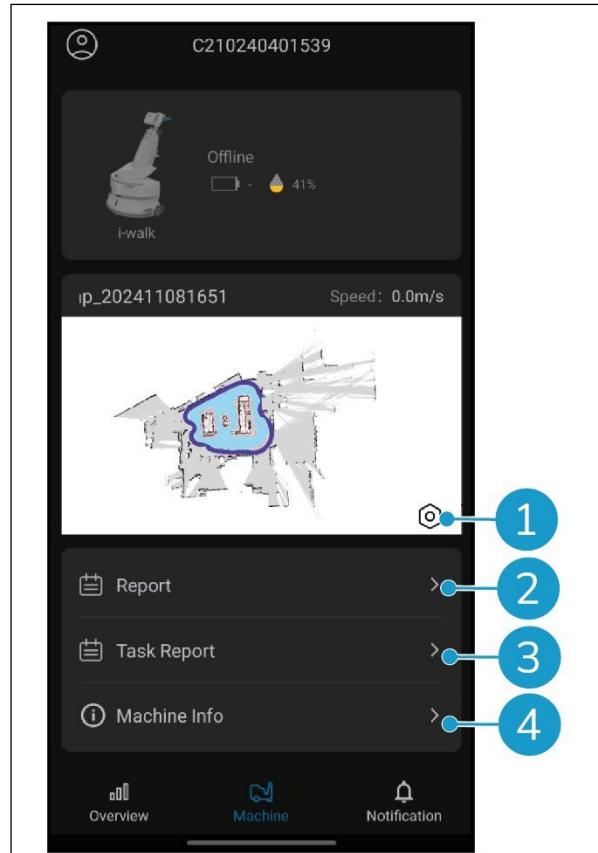

Figura 32
- Toque el icono [Tuerca] (Figura 32, pos. 1) para editar el mapa de limpieza. Puede dibujar en el mapa para indicar las zonas que debe evitar.
- Pulse el botón [Informe] (Figura 32, pos. 2) para abrir el Informe de la máquina.
- Pulse el botón [Informe de tareas] (Figura 32, pos. 3) para abrir el Informe de tareas.
- Pulse el botón [Machine Info] (Figura 32, pos. 4) para ver información sobre la máquina.